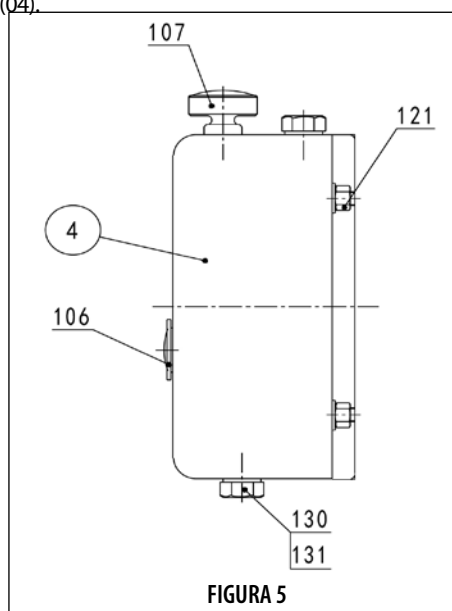

FIGURA 5
Ver Figura 5. Retire el tapón roscado de drenaje (130) y la junta (131), abra el filtro de aire (107) y drene el aceite lubricante de la caja de engranajes (04).